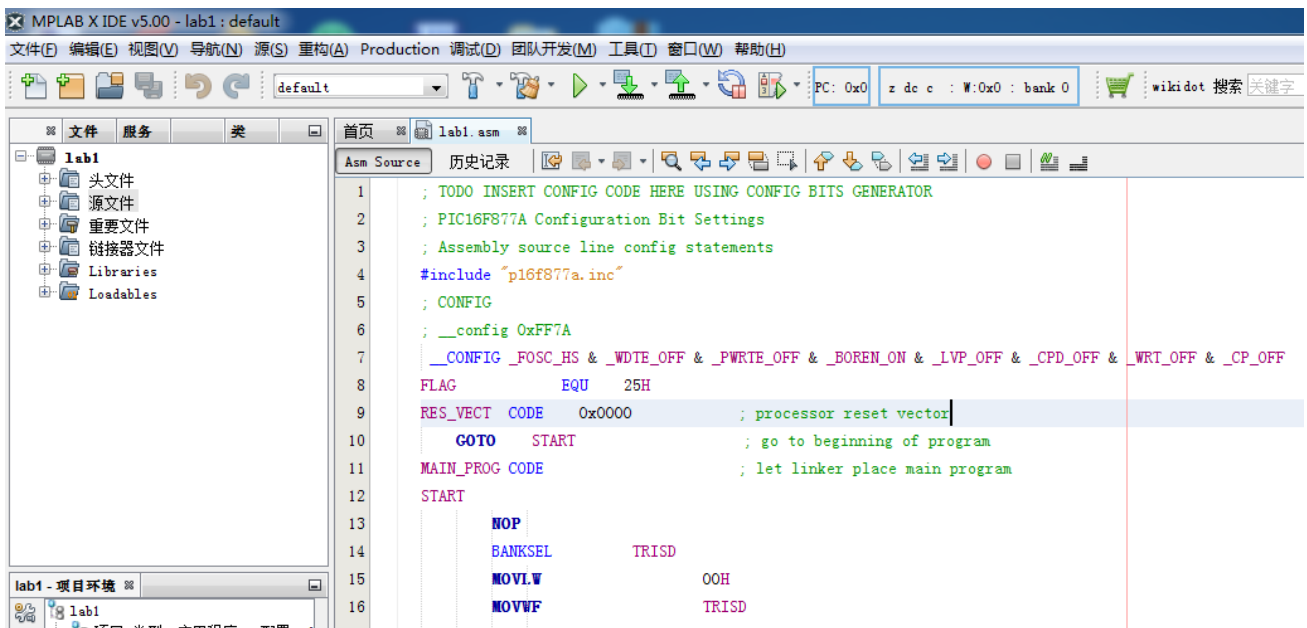

图 3-1-3 汇编语言程序结构
1. 按照第二章所述 MPLAB X IDE 软件的使用步骤新建汇编语言程序项目和文件，将上述汇编程序录入，设置配置位，编译并排错。程序结构如图 3-1-3 所示。